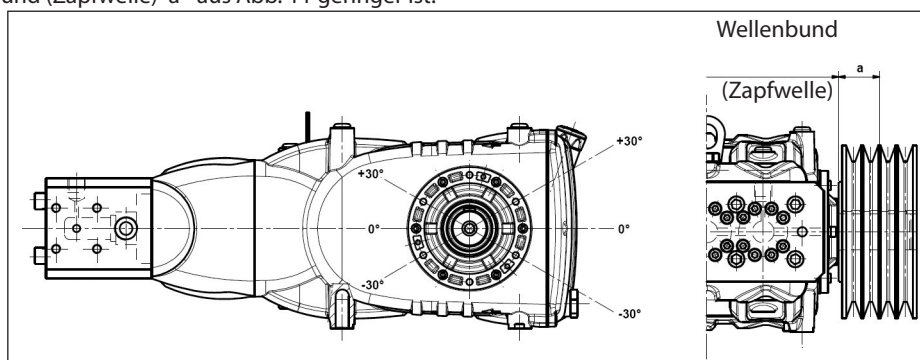

Abb. 11
Der Antrieb gilt als richtig bemessen, wenn die Belastung bei einem maximalen Abstand $a=40$ mm vom Wellenbund (Zapfwelle) angewandt wird, siehe Abb. 11.
- b) Verwenden Sie Hochleistungsriemen - zum Beispiel **XPB** statt **SPB** - da hierbei weniger Riemen bei gleicher Leistungsübertragung benötigt werden und der Abstand zum Wellenbund (Zapfwelle) "a" aus Abb. 11 geringer ist.
- e) Folgen Sie der Spannungsrichtung des Riemen lt. Angaben in Abb. 11. Wenden Sie sich bei anderen Anforderungen an die **technische Abteilung** oder den **Kundendienst**.